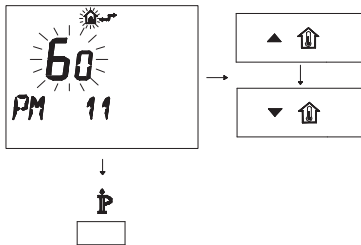

Figura 5.60
- Per modificare il SET programmato agire sui pulsanti o e aspettare che il numero programmato cominci a lampeggiare (Figura 5.60). Ogni passo incrementato o decrementato corrisponde a 1 secondo.